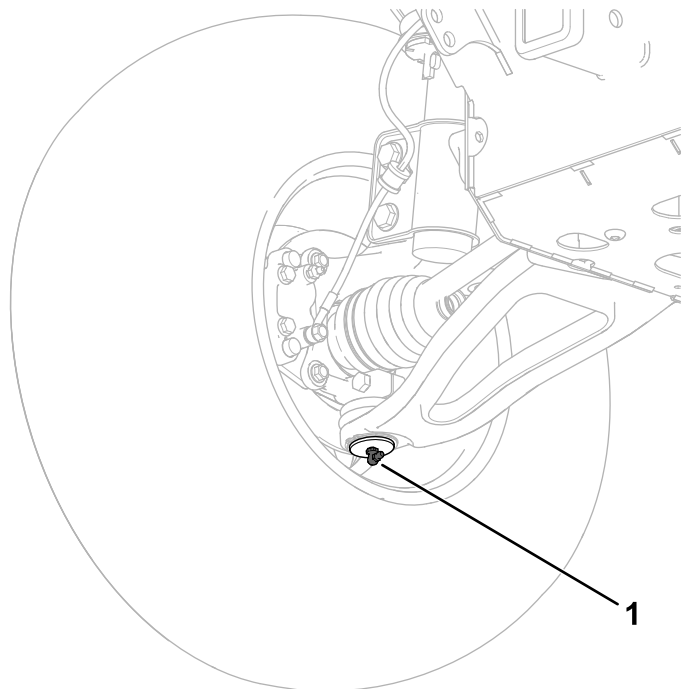

Figure 81
- **Rotules (2)** ; voir Figure 81